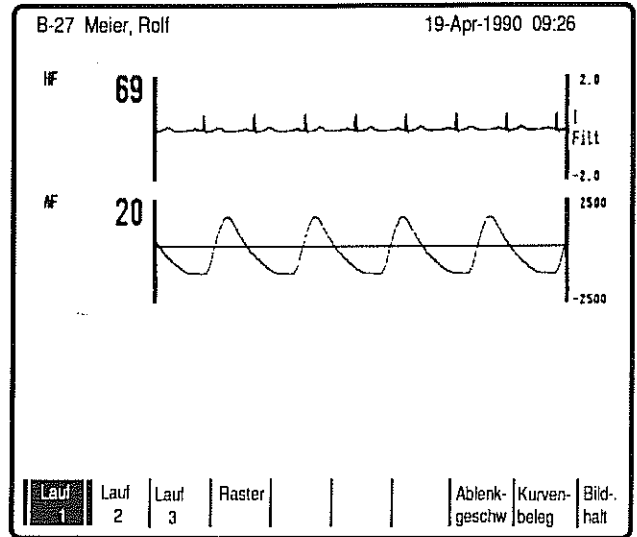

Bild 17
* Rufen Sie mit Taste **Lauf** das Laufbild auf. Es erscheint Laufbild 1 (Bild 17) mit der EKG-Kurve. (Welche anderen Laufbilder noch dargestellt werden können und wie Sie diese aufrufen, lesen Sie in Abschnitt 9. Die Laufbilder.)